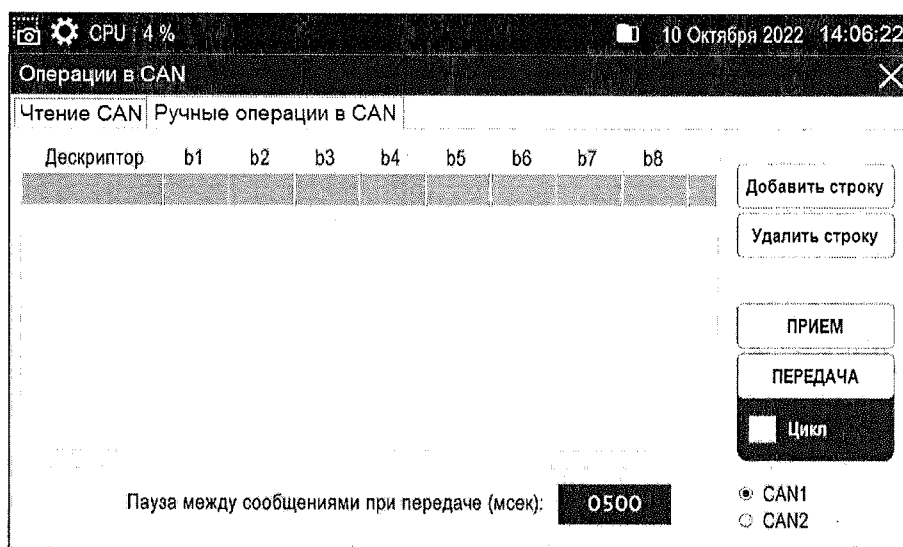

Рисунок 45
1.5.18.2 Во вкладке «Ручные операции в CAN» возможно выполнение следующих функций (рисунок 45):